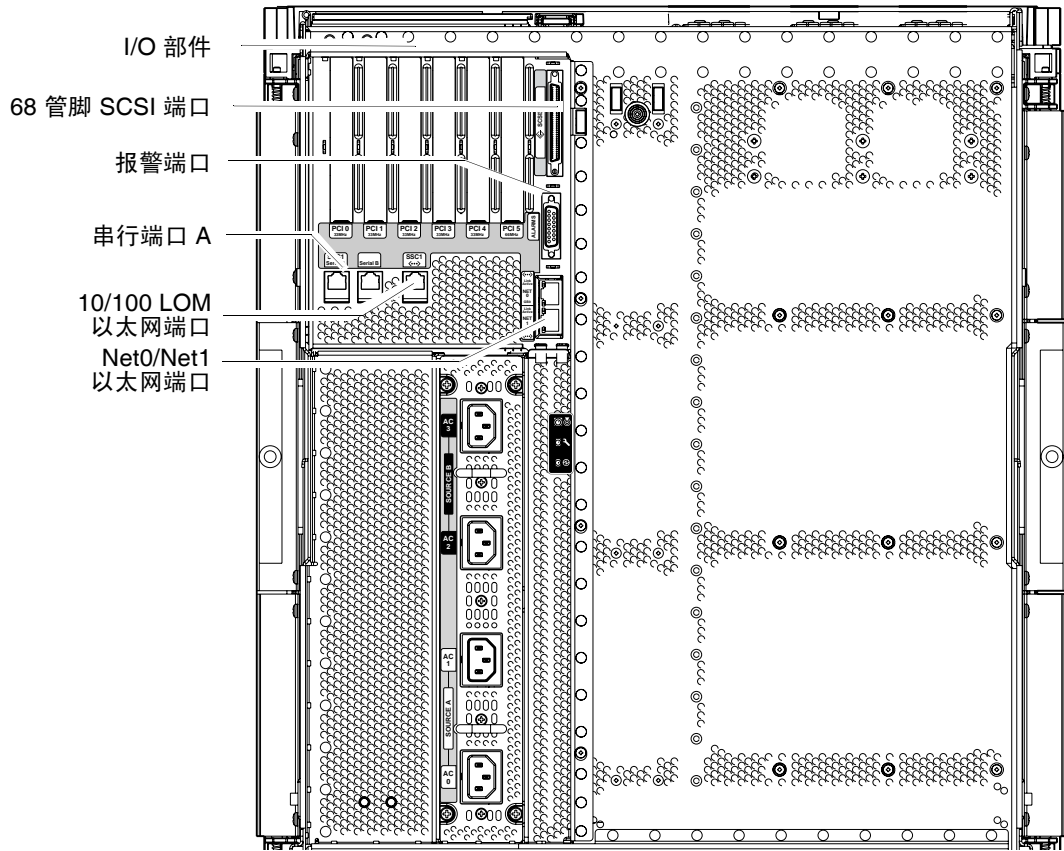

图 1-26 系统控制器和 I/O 部件的位置
1. 将 I/O 以太网电缆的一端连接到 Net0/Net1 以太网端口（图 1-26）。